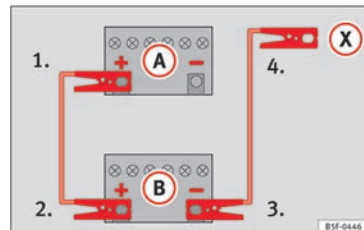

Fig. 75 Esquema de conexión para vehículos sin sistema Start-Stop.
2. Emborne un extremo del cable *rojo* de emergencia al polo positivo (+) del vehículo con la batería descargada (A) » fig. 75.
3. Emborne el otro extremo del cable *rojo* de emergencia al polo positivo (+) del vehículo que suministra la corriente (B).
4. En los vehículos sin sistema Start-Stop: emborne un extremo del cable *negro* de emergencia al polo negativo (-) del vehículo que suministra la corriente (B) » fig. 75.